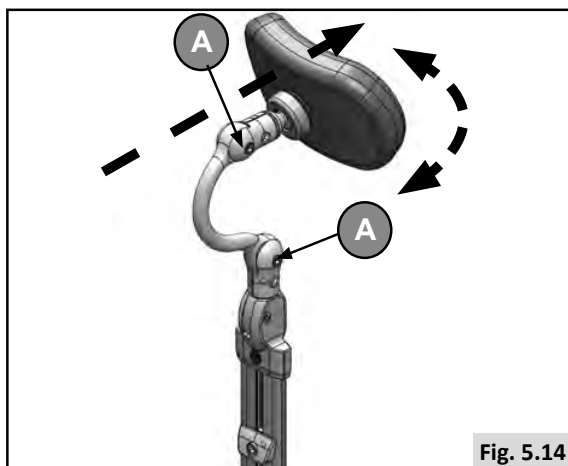

Fig. 5.14
- La position avant et arrière, la hauteur et l'angle de l'appui-tête peuvent tous être ajustés en desserrant les boulons d'articulation (A) avec une clé hexagonale de 5 mm. Amenez l'appui-tête dans la position souhaitée et serrez bien les boulons (Fig. 5.14).